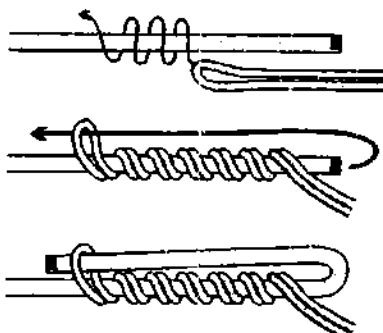

Рис. 824. Затяжной узел.
**Затяжной узел** очень крепкий и надёжный узел для связывания лесок разного диаметра или сделанных из разного материала (рис. 824). Узел прост для запоминания легко вяжется и хорош тем, что это практически единственный узел для лесок, который можно развязать. **Затяжной узел** работает по такому же принципу, что и безузловое соединение (рис. 692).